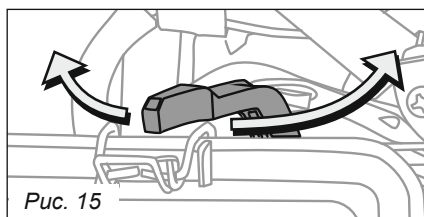

Рис. 15
- Поверните рычаг воздушной заслонки в положение «ЗАКРЫТО» (рис. 15).